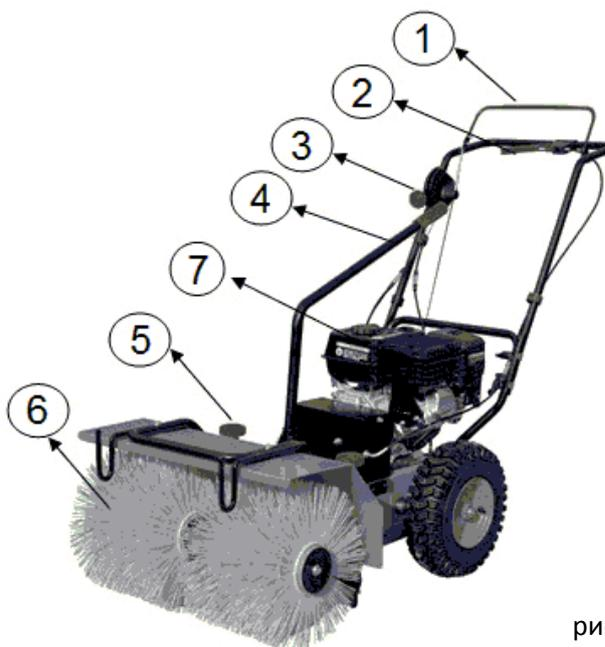

рис.1
5. УСТРОЙСТВО подметальной машины (Рис. 1)